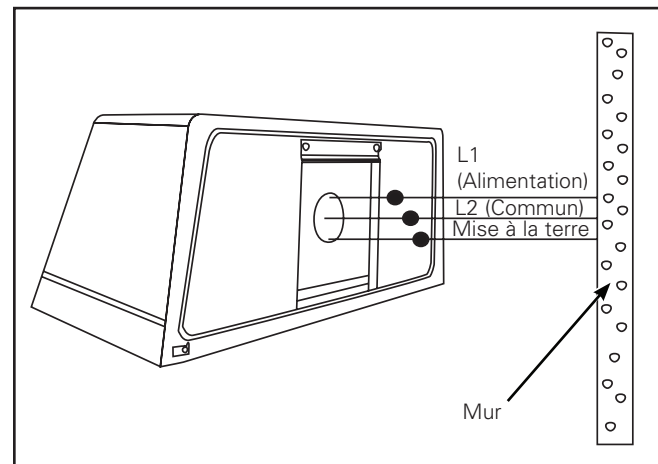

Figure 2.
Câblage (Figure 2.)
4. Effectuez les raccords selon le schéma (Figure 2) et conformément aux normes de la NEC et du Canada en utilisant les méthodes et dispositifs appropriés.